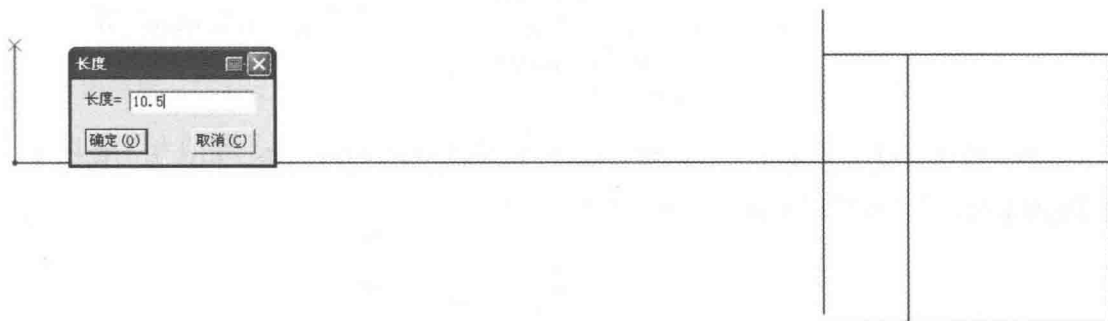

图 7-9 画裤口线
(8) 选择  【智能笔】工具切换到丁字尺状态，画前片裤口线 10.5cm (计算公式： $\frac{\text{裤口 } 44\text{cm}}{4} - \text{互借量 } 0.5\text{cm}$) (图 7-9)。